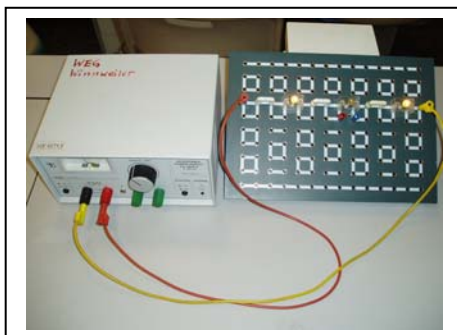

Abb. 3: Mittlere Birne herausgeschraubt – Rest leuchtet weiter
2. **Beim Herausdrehen der Lampe 2 gehen zunächst die beiden anderen Glühlampen für kurze Zeit aus und nehmen dann langsam an Helligkeit zu, bis sie fast wieder ihre ursprüngliche Helligkeit erreicht haben (siehe Abb. 3).**